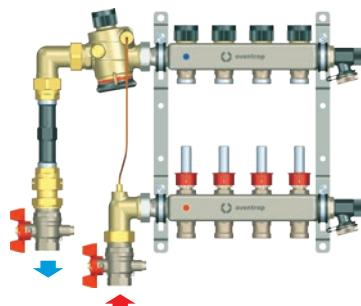
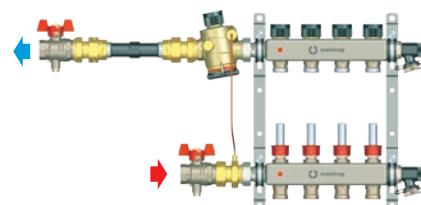

Fig. 5: Exemple de montage pour le modèle équerre du jeu de raccordement pour compteurs de calories
Fig. 6: Exemple de montage pour le modèle droit du jeu de raccordement pour compteurs de calories
Exemples de montage voir Fig. 5 en page 36 ou Fig. 6 en page 36.
1. Monter les composants (pour un raccordement à gauche) comme indique sur la Fig. 5 en page 36 ou sur la Fig. 6 en page 36. Utiliser les joints plats fournis.